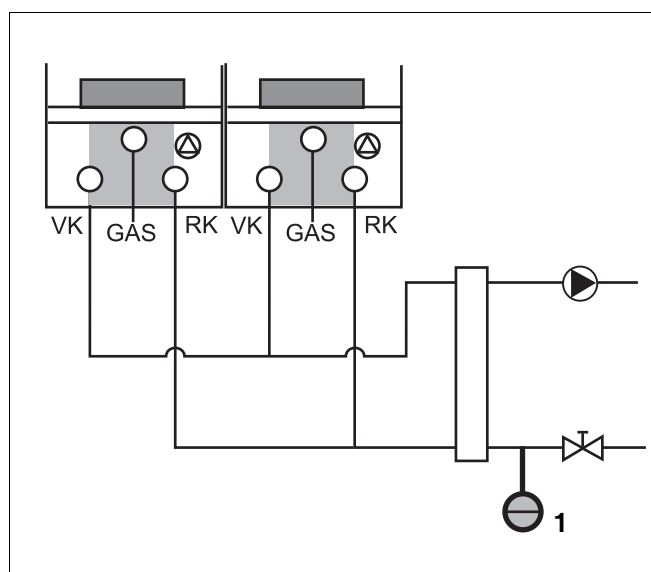

Fig. 21 Aansluiten expansievat bij meevoudige opstelling (Cascadeopstelling)
- Sluit in dit geval het expansievat [1] aan de secundaire zijde van de open verdeler aan in de retour, zodat elk cv-toestel in verbinding met het expansievat staat (→ fig. 21). Zie voor meer informatie hierover de installatie-instructie van het cascade-systeem.